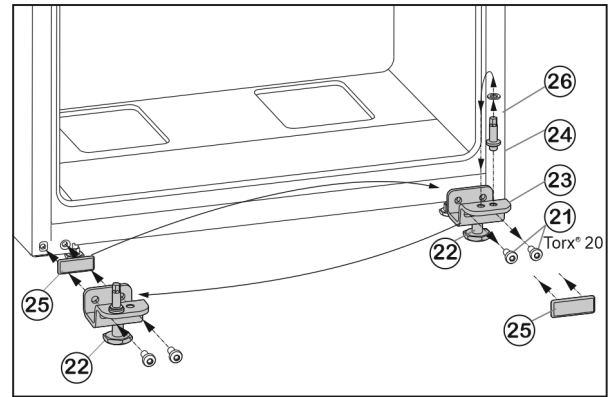

Fig. 9
- ▶ Deșurubați șuruburile de fixare Fig. 9 (21).
- ▶ Scoateți suportul lagărului inferior Fig. 9 (23) complet cu bolțul suportului Fig. 9 (24), șaiba Fig. 9 (26) și piciorul reglabil Fig. 9 (22).
- ▶ Deșurubați bolțul suportului Fig. 9 (24) complet cu șaiba Fig. 9 (26), montați-o invers în orificiul de preluare a suportului lagărului și strângeți din nou ferm.
- ▶ Scoateți cu precauție placa de mascare Fig. 9 (25) și instalați-o pe partea opusă.
- ▶ Înșurubați din nou ferm suportul lagărului inferior Fig. 9 (23) complet, cu bolțul suportului Fig. 9 (24), șaiba Fig. 9 (26) și piciorul reglabil Fig. 9 (22) pe noua parte a șarnierei, este cazul cu ajutorul unei mașini de înșurubat (cu 4 Nm).
- ▶ Așezați ușa de sus pe bolțul șurubului Fig. 9 (24).
- ▶ Deșurubați piciorul reglabil Fig. 9 (22) de la suportul lagărului inferior Fig. 9 (23), până când acesta se așează pe sol.